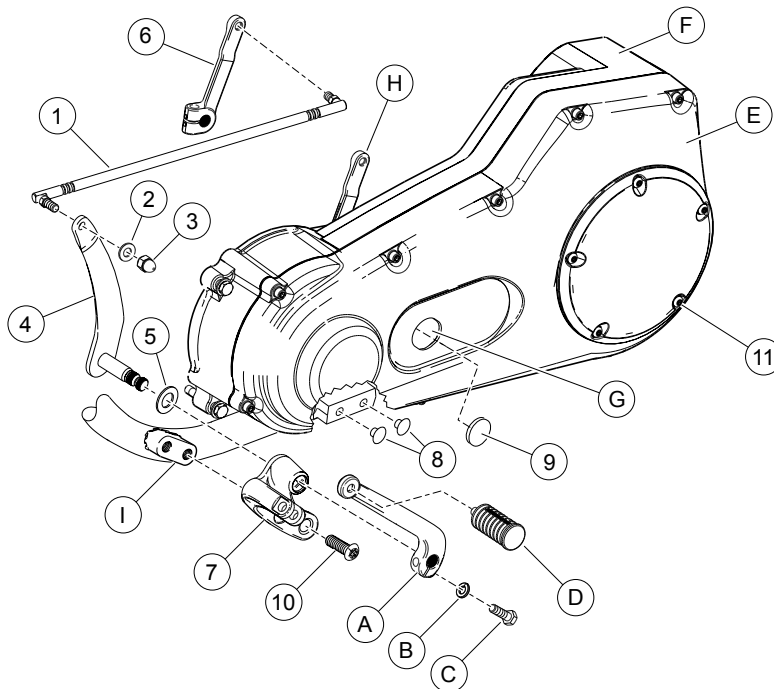
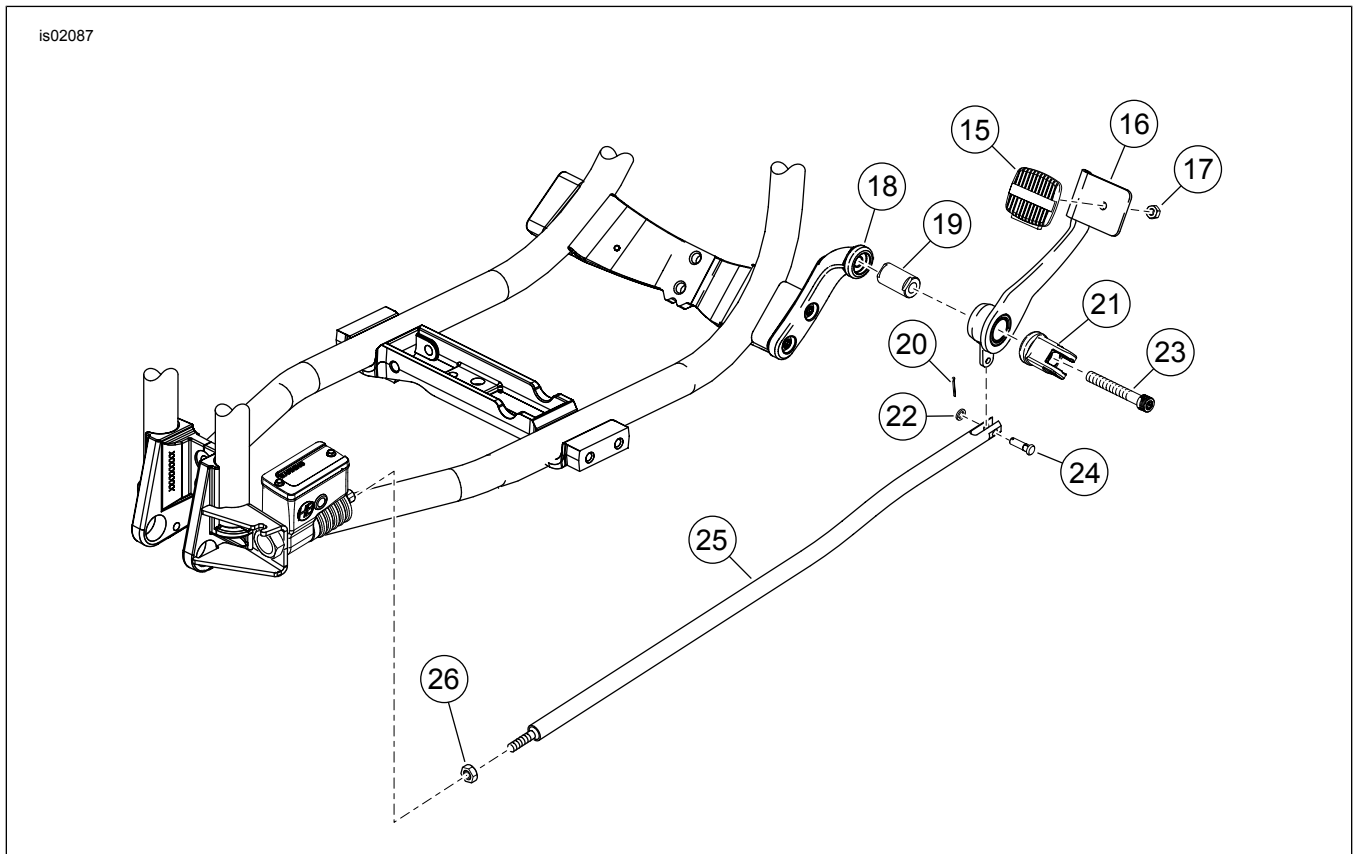

Figura 4. Peças de reposição: kit de pedal de controle de avanço Dyna
Figura 5. Peças de reposição: kit de pedais de controle de avanço Dyna
Veja a Figura 4 e a Figura 5. Os suportes de montagem e as forquilhas (7, 18 e 21) também podem ser adquiridos separadamente para atualizar o FXDWG padrão para este kit cromado.
Veja a Figura 4, a Tabela 1, a Figura 5 e a Tabela 2.
2. Veja a Figura 4. Remova o conjunto do apoio para o pé do motociclista do lado esquerdo. Guarde o apoio para o pé e os prendedores para a instalação. Descarte a ferragem restante.
3. Do kit, pressione tampões dos furos (8) nos furos dos parafusos no quadro onde o conjunto do pedal de apoio original estava montado.
4. Remova os bujões da montagem do quadro do controle de avanço (I) e descarte-os.
5. Remova a alavanca do câmbio (A) e o pedal do câmbio esquerdo (D). Guarde-os para uso futuro.
8. Veja a Figura 4. Instale uma arruela de pressão (5) no eixo da alavanca do câmbio (4). Cubra o eixo com lubrificante anti-engripante Loctite® e deslize o eixo no suporte do câmbio (7). Instale o suporte do câmbio nos furos de montagem do quadro usando os parafusos Torx® (10). Aperte os parafusos com torque de 41–47 N·m (30–35 ft-lbs).
10. Instale a **nova** haste do câmbio (1) na alavanca do câmbio da transmissão (6) e na alavanca do câmbio (4). Aperte com torque de 8–10 N·m (70–90 in-lbs).
2. Veja a Figura 5. Solte a contraporca (26) da haste do freio no cilindro-mestre do freio traseiro.